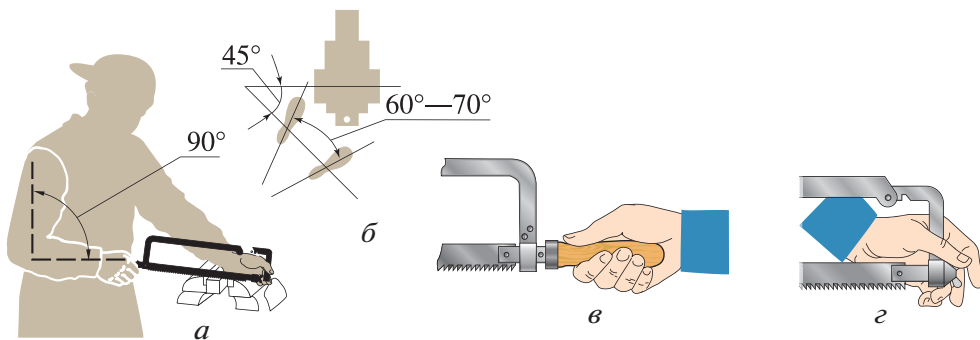

Рис. 5.26. Рабочее положение при резании слесарной ножовкой:
1. Перед началом работы нужно установить высоту тисков по росту или использовать ростовую подставку. Затем закрепляют заготовку. Рабочая рука с установленной на заготовке ножовкой должна быть согнута под прямым углом (рис. 5.26, а).
2. Перед тисками встают вполоборота по отношению к губкам тисков или к оси разрезаемой заготовки. Корпус разворачивают влево от тисков под углом 45° (рис. 5.26, б). Ногу, соответствующую нерабочей руке (левую — для правой, правую — для левой), ставят на полшага вперёд и переносят на неё центр тяжести. Поворачивают другую ногу по отношению к ней на угол $60^\circ\text{--}70^\circ$.
в ладонь (рис. 5.26, в). Нерабочей рукой держат рамку, как показано на рисунке 5.26, г, четырьмя пальцами обхватывают гайку-барашек и натяжной винт.